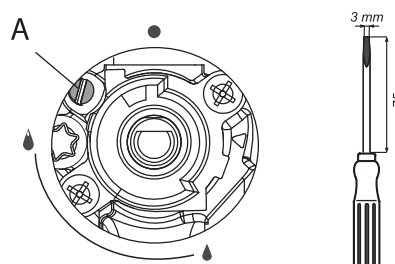

Fig.13
- Tournez la vis de réglage « A » (Fig. 13) et observez la flamme ; réglez la hauteur de la flamme de manière à ce qu'elle ne puisse pas être éteinte par un léger courant d'air ou par un passage rapide de la position grande flamme à la position petite flamme , et inversement.